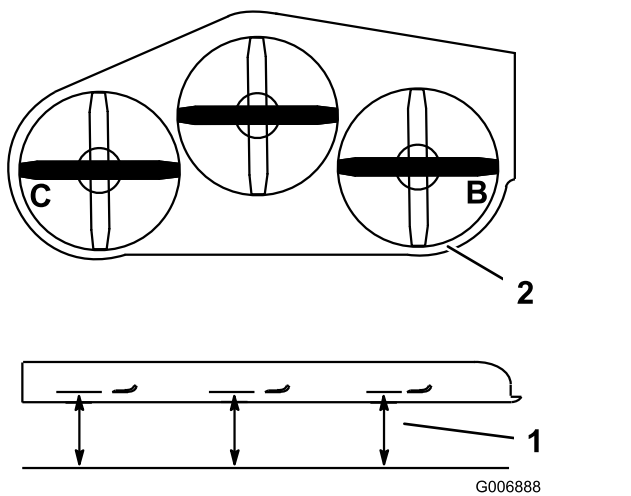

Figure 91
4. Mesurez la distance aux points **B** et **C** entre une surface plane et le tranchant des pointes des lames (Figure 91).